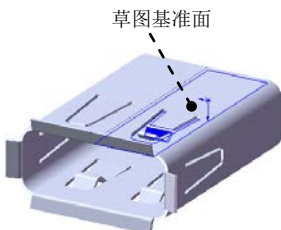
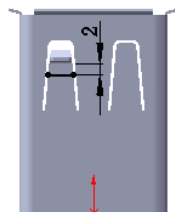

图 10.57 绘制的折弯 8
图 10.59 横断面草图
(4) 单击  按钮，完成绘制的折弯 7 的创建。
Step18. 创建图 10.57 所示的钣金特征——绘制的折弯 8。
(1) 选择下拉菜单 **插入(I)** → **钣金(B)** → **绘制的折弯(S)...** 命令。
(2) 定义横断面草图。选取图 10.57 所示的模型表面为草图基准面，绘制图 10.59 所示的横断面草图。